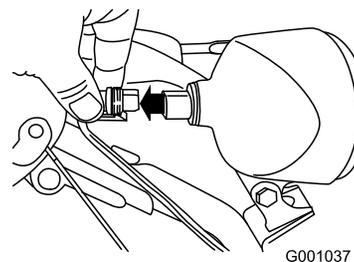

Figura 54
1. Togliete il connettore del cavo dal retro del faro (Figura 54).